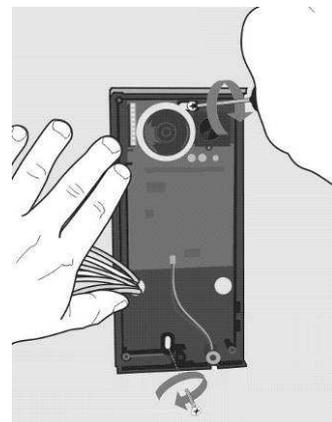

Abbildung 2.6 Wandmontage
7. Befestigen Sie die 2N[®] Helios IP Vario mit Schrauben an der Wand wie in Abbildung 2.6 gezeigt. Führen Sie die Anschlusskabel (Ethernet, Türöffner, Stromversorgung) durch eine der Öffnungen in das Grundgerät.